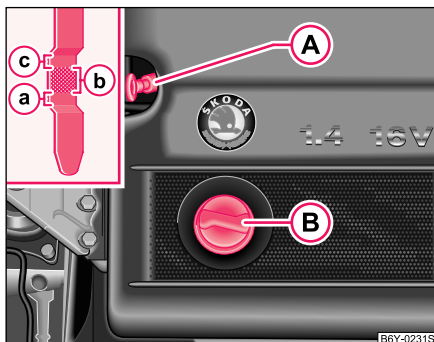
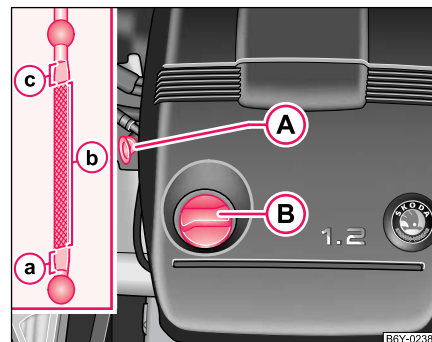

Fig. 127 Varilla de medición de aceite para el motor de 1,4 l/74 kW
Fig. 128 Varilla de medición de aceite para el motor de 1,2 l/40 kW
En la figura se representa, por razón de claridad, sólo una parte de un vano motor con los motores de 1,4 l/74 kW ⇒ página 181, fig. 127 y 1,2 l/40 kW ⇒ página 181, fig. 128.
- Desenrosque el tapón de la boca de llenado de aceite de motor (B) ⇒ página 181, fig. 128.